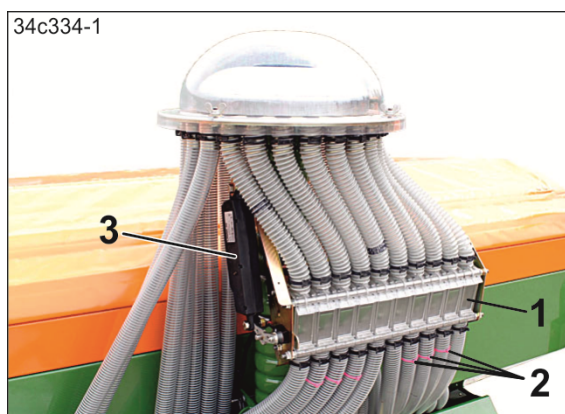

图 71
- 翻盖箱（图 71/1）中的行驶轨道活门将会切断行驶轨道犁刀种子管路（图 71/2）的种子供给。电动机（图 71/3）驱动行驶轨道活门。
启用的翻盖箱的活门已标记。在种子管路上的红色电缆扎带（图 71/2）表示激活的行驶轨道活门。